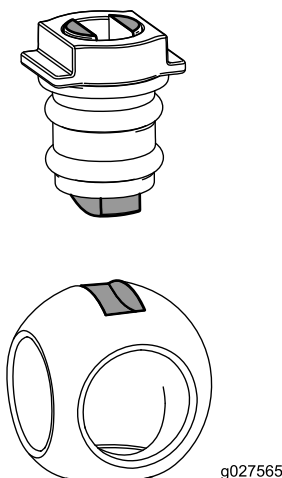

Figura 116
6. Introduza a bola no corpo da válvula (Figura 116).
Nota: A haste da válvula deve encaixar dentro da ranhura de acionamento da bola. Se a haste da válvula não encaixar, ajuste a posição da esfera (Figura 116).